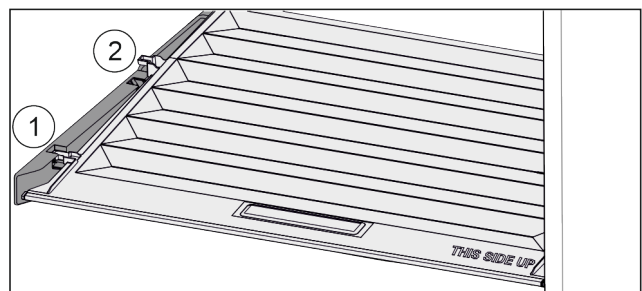

Fig. 43
- ▶ Deksel tot de opening in de vasthoud delen naar voren trekken Fig. 43 (1).
- ▶ Aan de achterkant vanaf de onderkant omhoog tillen en vanaf de bovenkant verwijderen Fig. 43 (2).